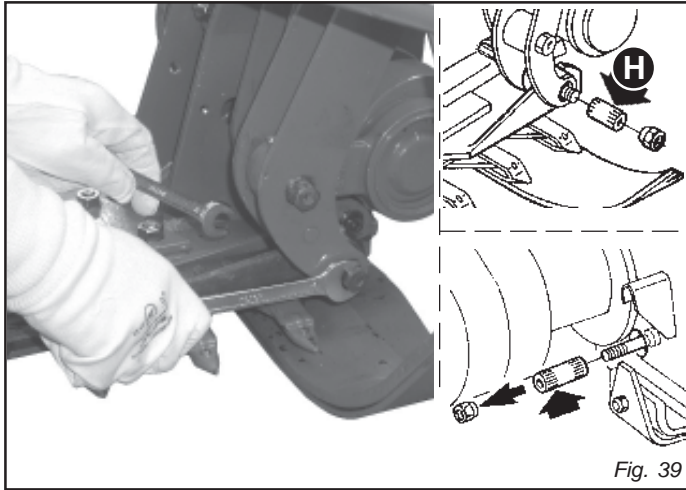
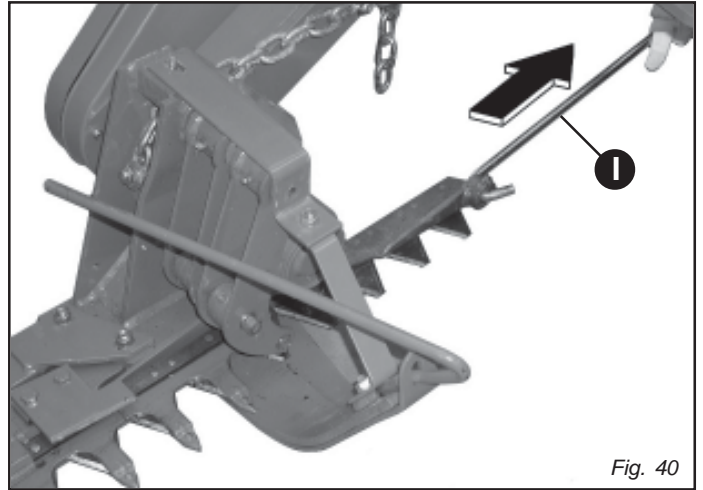

Fig. 39
Fig. 40
- Den Spreizbolzen (H, Abb. 39) entfernen und die Abschnitthalterstange (Abb. 40) mit der Kupplungsspannstange (I, Abb. 40) herausziehen.
- Den Spreizbolzen entfernen (H, Abb. 39) und die Abschnitthalterstange herausziehen (Abb. 40).